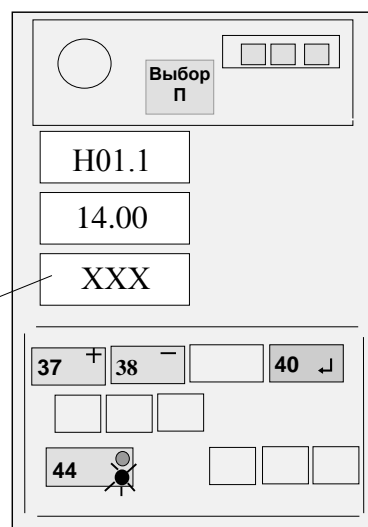

Рисунок 16
Нажимая кнопку 44, набрать на верхнем ИЖЦ код "Н01.1" (см. рисунок 16).
Нажать на время 1 с кнопку "↵" (40) и, проконтролировав короткий звуковой сигнал, отпустить кнопку (см. рисунок 16).